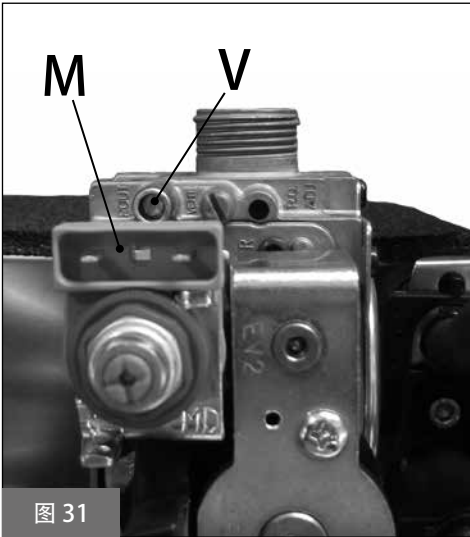

图 31
- 连接一个压力表V见图31。
- 断开调制器的线圈（M 图31）。